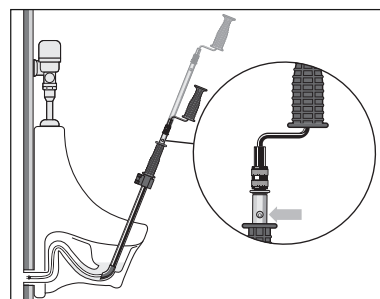

Figura 6 – Extensión del cable
8. Para extender el cable más allá de los 2 pies (0,6 m) iniciales, presione el botón (*Figura 6*). Jale la manilla de la manivela o el taladro hacia arriba, hasta que el botón quede encajado en el segundo agujero.